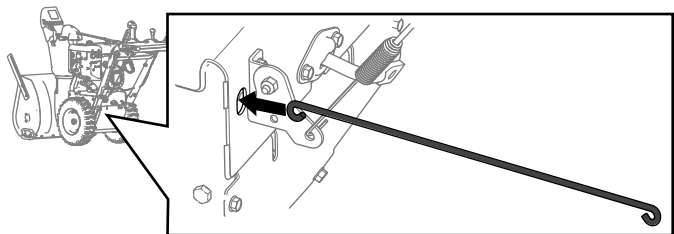

Figur 10
- Tilslut den anden ende af stangen til den nye traktionsplade med en bolt og en møtrik, der følger med sættet (Figur 10).